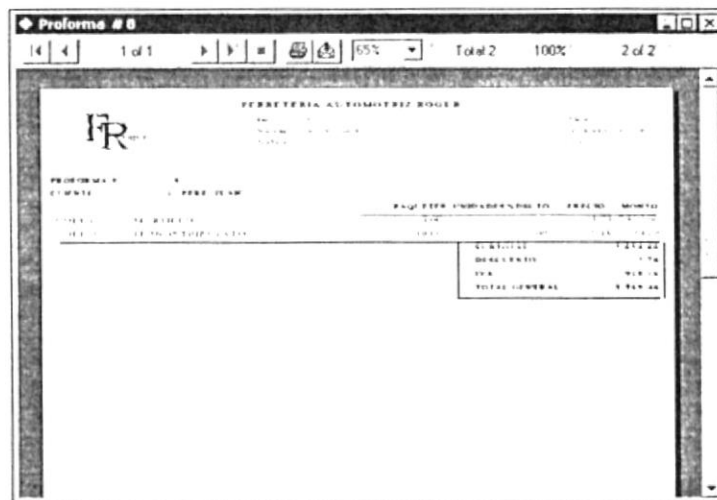

Figura 9.16 Reporte de Proforma.
- Si escoge el botón se imprimirá la Proforma de la figura 9.16